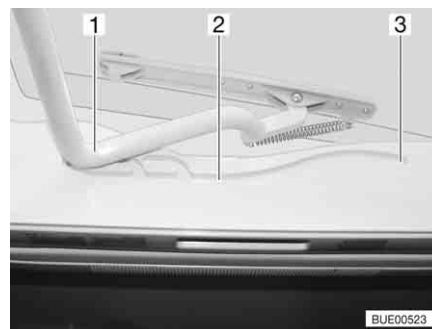

Fig. 32 Oblò Heki, guida
- Tirare la staffa (Fig. 32,1) nelle guide (Fig. 32,2) fino alla posizione più all'indietro (Fig. 32,3).
- Spingere la staffa (Fig. 32,1) leggermente verso l'alto con ambedue le mani.
- Tirare la staffa nelle guide (Fig. 32,2) fino alla posizione desiderata.